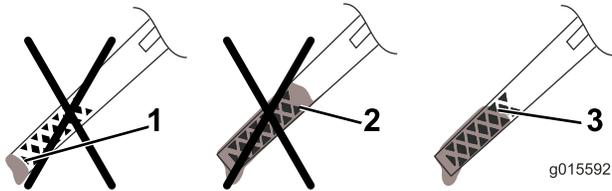

Figure 9
3. Sortez de nouveau la jauge et vérifiez le niveau d'huile. Figure 9 indique comment lire la jauge.